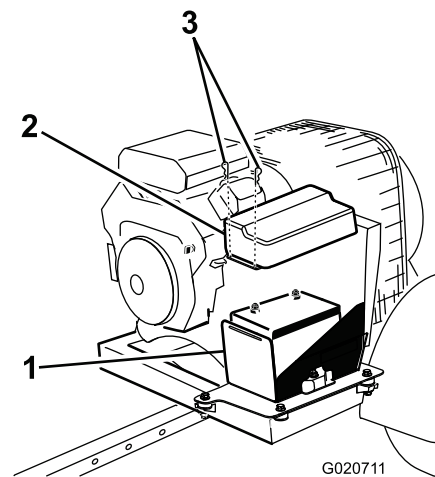

Bild 3
- Entfernen Sie die Clips, mit denen die Batterieabdeckung am Batteriekasten befestigt ist (Bild 3). Nehmen Sie die Abdeckung vom Gehäuse ab.